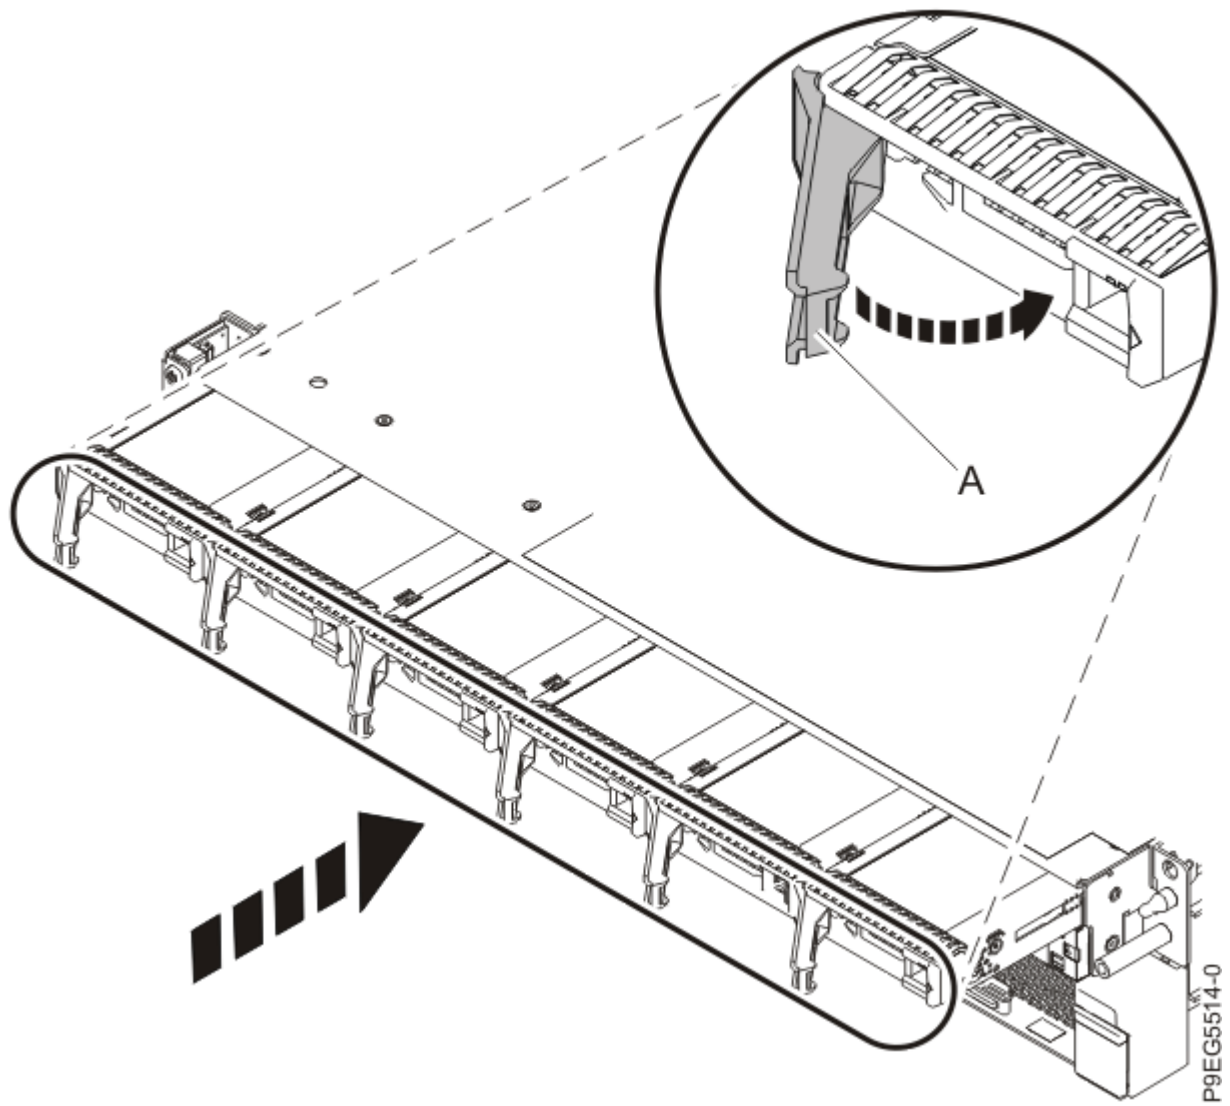

Figura 20. Sustitución de las unidades frontales
6. Encaje todas las unidades frontales en sus ranuras como se muestra en la Figura 20 en la página 22. Empuje la palanca de la unidad (**B**) hasta que la unidad esté en su sitio y la palanca de cierre encaje (**A**).